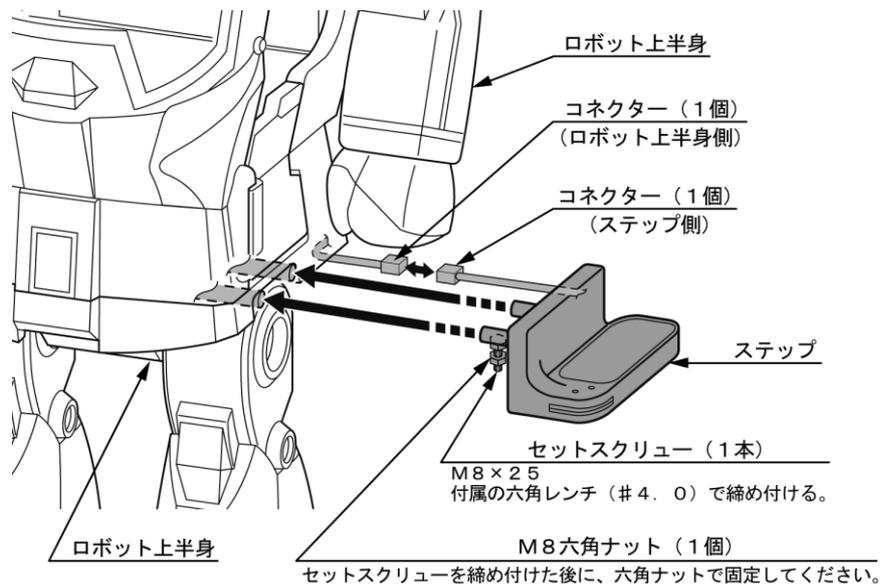

図6-15 ステップの取り付け
(8) ステップの取り付け
- ① ロボット下半身の左脇にステップを取り付けます。ステップをロボット下半身パイプ部に差し込み、セットスクリュー (M8×25 1本 六角ナット付き) で固定します。(図6-15)